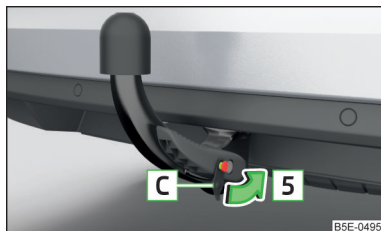

Fig. 303
- Placez le cache **C** sur le verrou dans le sens de la flèche **5** et enfoncez-le » fig. 303.